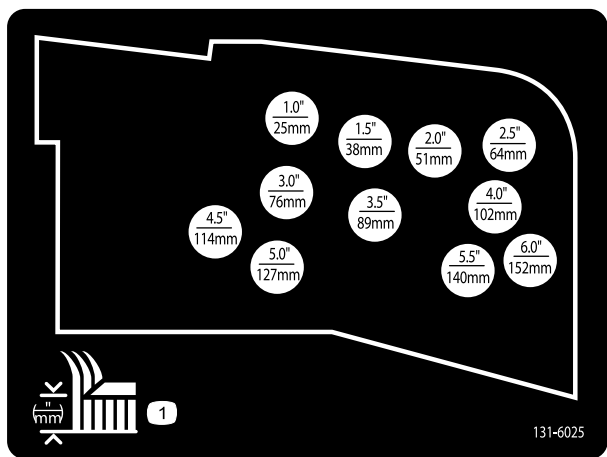

図 36
10. ヘアピンコッターとクレビスピンを使って、希望する刈高穴に、刈高チェーンを取り付ける 図 36。